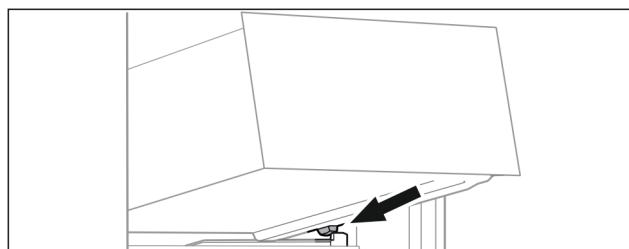

Fig. 82
- ▶ Nasadte zásuvku šikmo za zarážky na žebrování na nádoby. (viz Fig. 82)